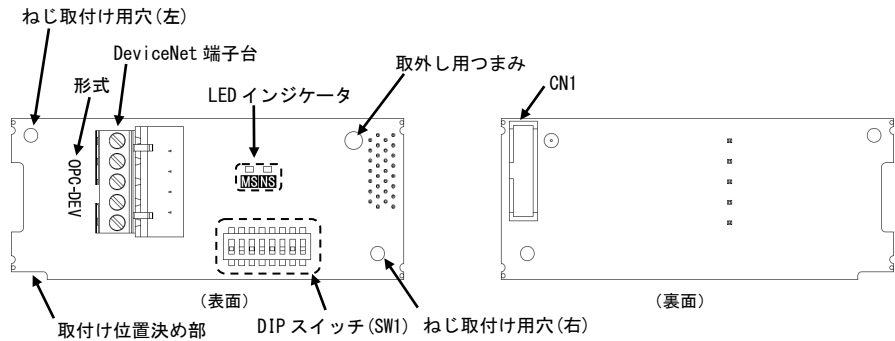
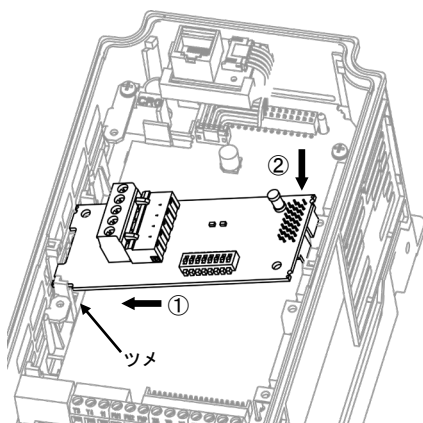
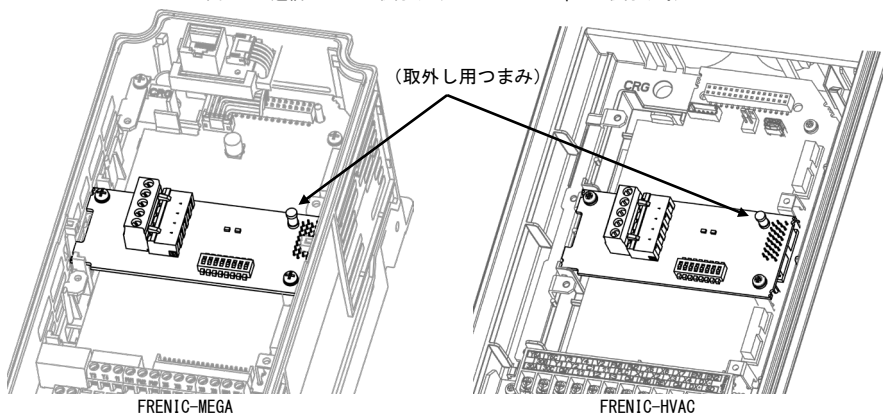

図 2.1 DeviceNet 通信カードの各部の名称
図 3.2 通信カードの取付け (FRENIC-MEGA B-port 取付け時)
図 3.3 取付け完了 (B-port 取付け時)
- (1) 通信カード、ねじ (M3×8：2 本)、取扱説明書 (本書) が入っていることを確認してください。
- (2) 通信カード上の部品の異常、凹み、反りなど輸送時での破損がないことを確認してください。
- (3) 通信カード上に形式『OPC-DEV』が印刷されていることを確認してください。(図 2.1 参照)
DeviceNet 通信カードの各部の名称を図 2.1 に示します。
- (2) 通信カードの裏面 (図 2.1) の CN1 を、インバータの接続ポートへ差し込み、付属ねじで固定して下さい。(図 3.2)
注意 通信カードの取付け位置決め部 (図 2.1) がツメ (図 3.2 ①) にセットされ、CN1 (図 3.2 ②) が確実に差し込まれていることを確認してください。図 3.3 は取付け完了を示します。
通信カードを取り外す際は、ねじを2ヶ所外し、取外し用つまみ(図3.3を参照)を引っばって取り外してください。